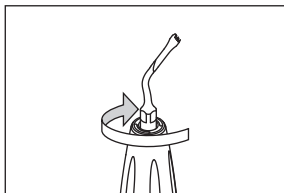

Fig. 1
- 1) Enrosque a ponta manualmente na peça de mão até estar ligeiramente apertada (Fig. 1).